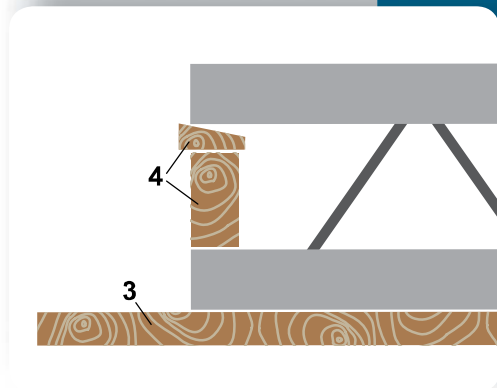

Bild 3
Am Fußpunkt der Wand ist vor dem Aufrichtvorgang der Hohlraum mit Hilfe von Kanthölzern und Keilen (4) auszusteifen (s. Bild 3).